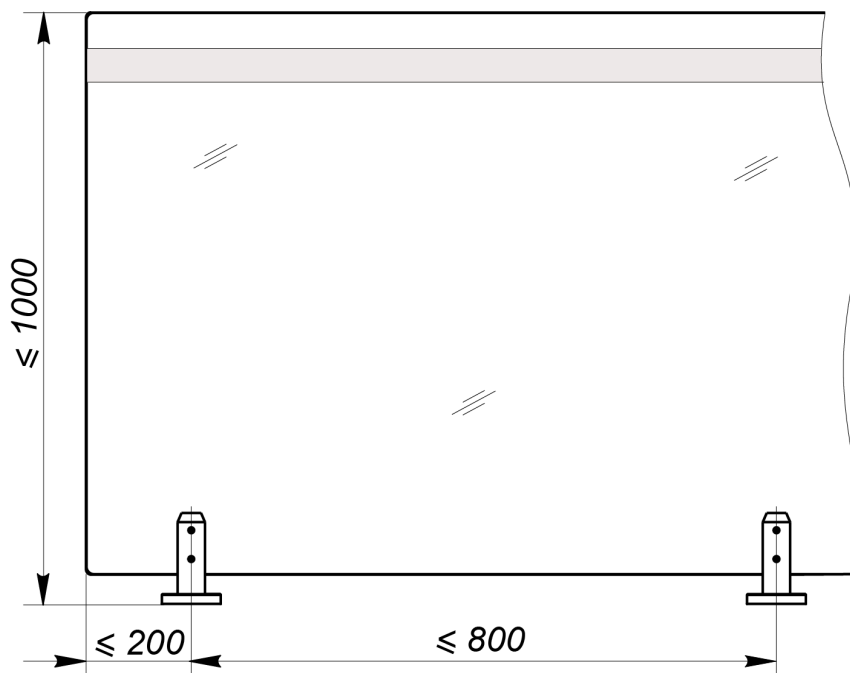

Рисунок 2. Рекомендации по установке стеклянного ограждения
- боковой вынос края стекла за крайние стойки – не более 20 см (см. рис. 2).